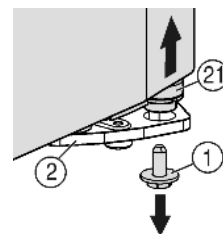
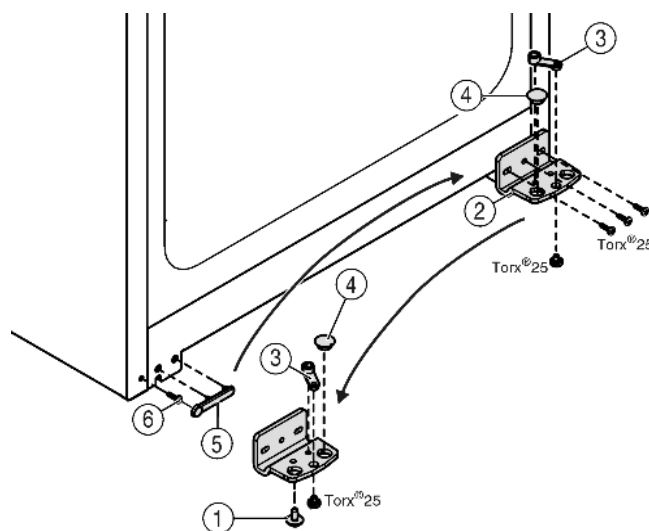

Fig. 5
Fig. 6
- ▶ Na dole po prawej stronie odkręcić śrubę zabezpieczającą Fig. 5 (1) z płytki zawiasu.
- ▶ Trzpień zawiasu Fig. 5 (21) luzuje się w płytce zawiasu Fig. 6 (2).
- ▶ Jeśli trzpień zawiasu Fig. 5 (21) nie poluzuje się, należy wycisnąć go od dołu.
- ▶ Odkręcić płytkę zawiasu Fig. 6 (2).
- ▶ Odkręcić element zawiasu Fig. 6 (3), przełożyć do przeciwległego otworu zawiasu i tam dokręcić.
- ▶ Zatyczki Fig. 6 (4) wyjąć z płytki zawiasu i przełożyć do przeciwległego otworu zawiasu.
- ▶ Ostrożnie podnieść osłonę Fig. 6 (5) od strony uchwytu.
- ▶ Wykręcić śrubę Fig. 6 (6) i ponownie wkręcić po przeciwnej stronie.
- ▶ Ponownie założyć osłonę Fig. 6 (5).
- ▶ Przykręcić mocno płytkę zawiasu Fig. 6 (2) na nowej stronie (z siłą 4 Nm), w razie potrzeby za pomocą wkrętarki akumulatorowej.
- ▶ Śrubę zabezpieczającą Fig. 5 (1) wkręcić w trzpień zawiasu i mocno dokręcić (**z siłą 4 Nm**).